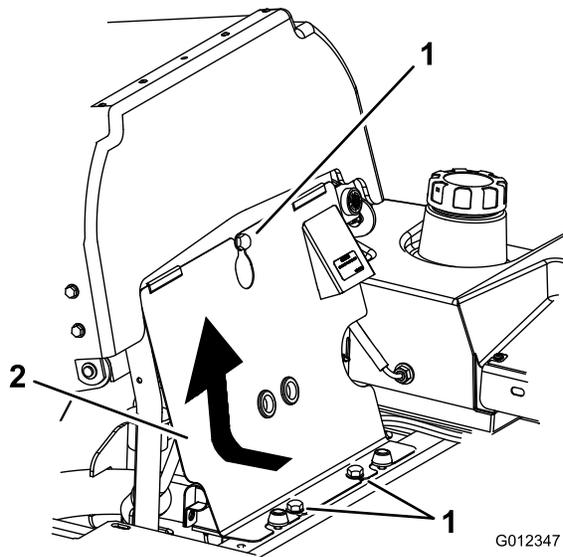

Figura 63
- Inclinate il sedile in avanti, allentate i bulloni e togliete il pannello anteriore del motore (Figura 63).